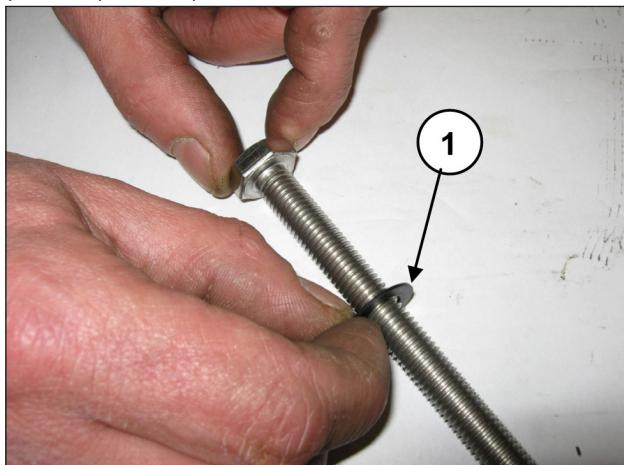

Рис. 183
Наденьте шайбу Ø10x18x0,9 на крепежный винт поршня (поз. ①, Рис. 183).